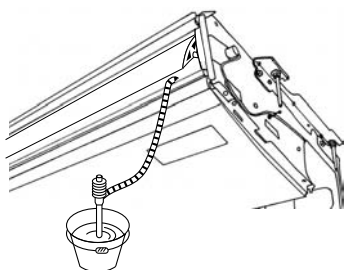

Fig. 5-3
2. Прикрепите изоляцию для муфты ⑥, поставляемую в комплекте с прибором, к соединительной муфте ⑤.
3. Прикрепите установленный на месте дренажный трубопровод (VP-20) к соединительной муфте ⑤ с помощью винилхлоридного адгезива.
4. Оберните изоляцию дренажного трубопровода ⑦, входящую в комплект поставки прибора. (Шовная обмотка)
- Ⓒ Изоляция для муфты ⑥
- Ⓓ Соединительная муфта ⑤
- Ⓔ Изоляция для дренажного трубопровода ⑦
5. Убедитесь в правильности дренажа. (Fig. 5-3)